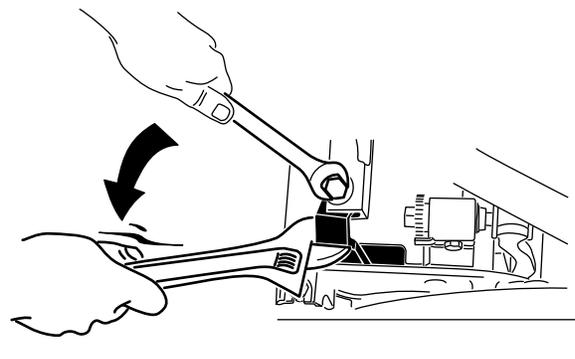

図 54
**注** ピボット・アーム取り付け用のネジを締め付けるときには、モンキー・レンチを使ってピボット・アームをサイド・プレートに平行に押さえておく（図 54）。